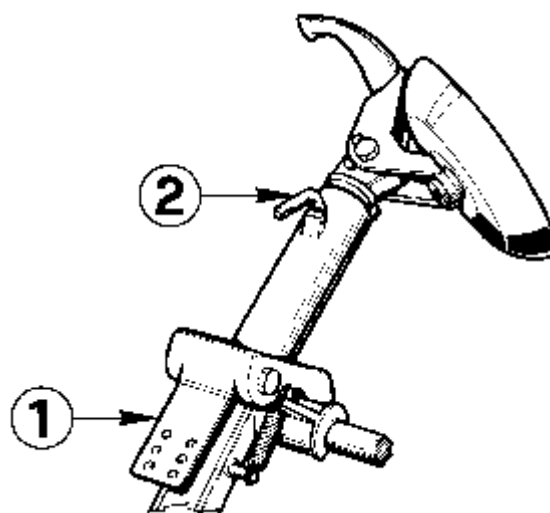

Abb.14
7. Zum Anheben des Werkzeugarms das Pedal #1 Abb.14 niederdrücken und den Hebel #2 Abb.14 in die Hand nehmen. Der Arm ist auf einem Federmechanismus gelagert und daher ist die nötige Kraftanstrengung minimal. Soll der Werkzeugarm in Arbeitsstellung arretiert werden, dann den Arm mit einer kräftigen Bewegung nach unten drücken. Die solide Bauweise fängt diesen Schub leicht auf.
8. Zum Drehen des Werkzeugs den Hebel (#2 Abb.14) loslassen.